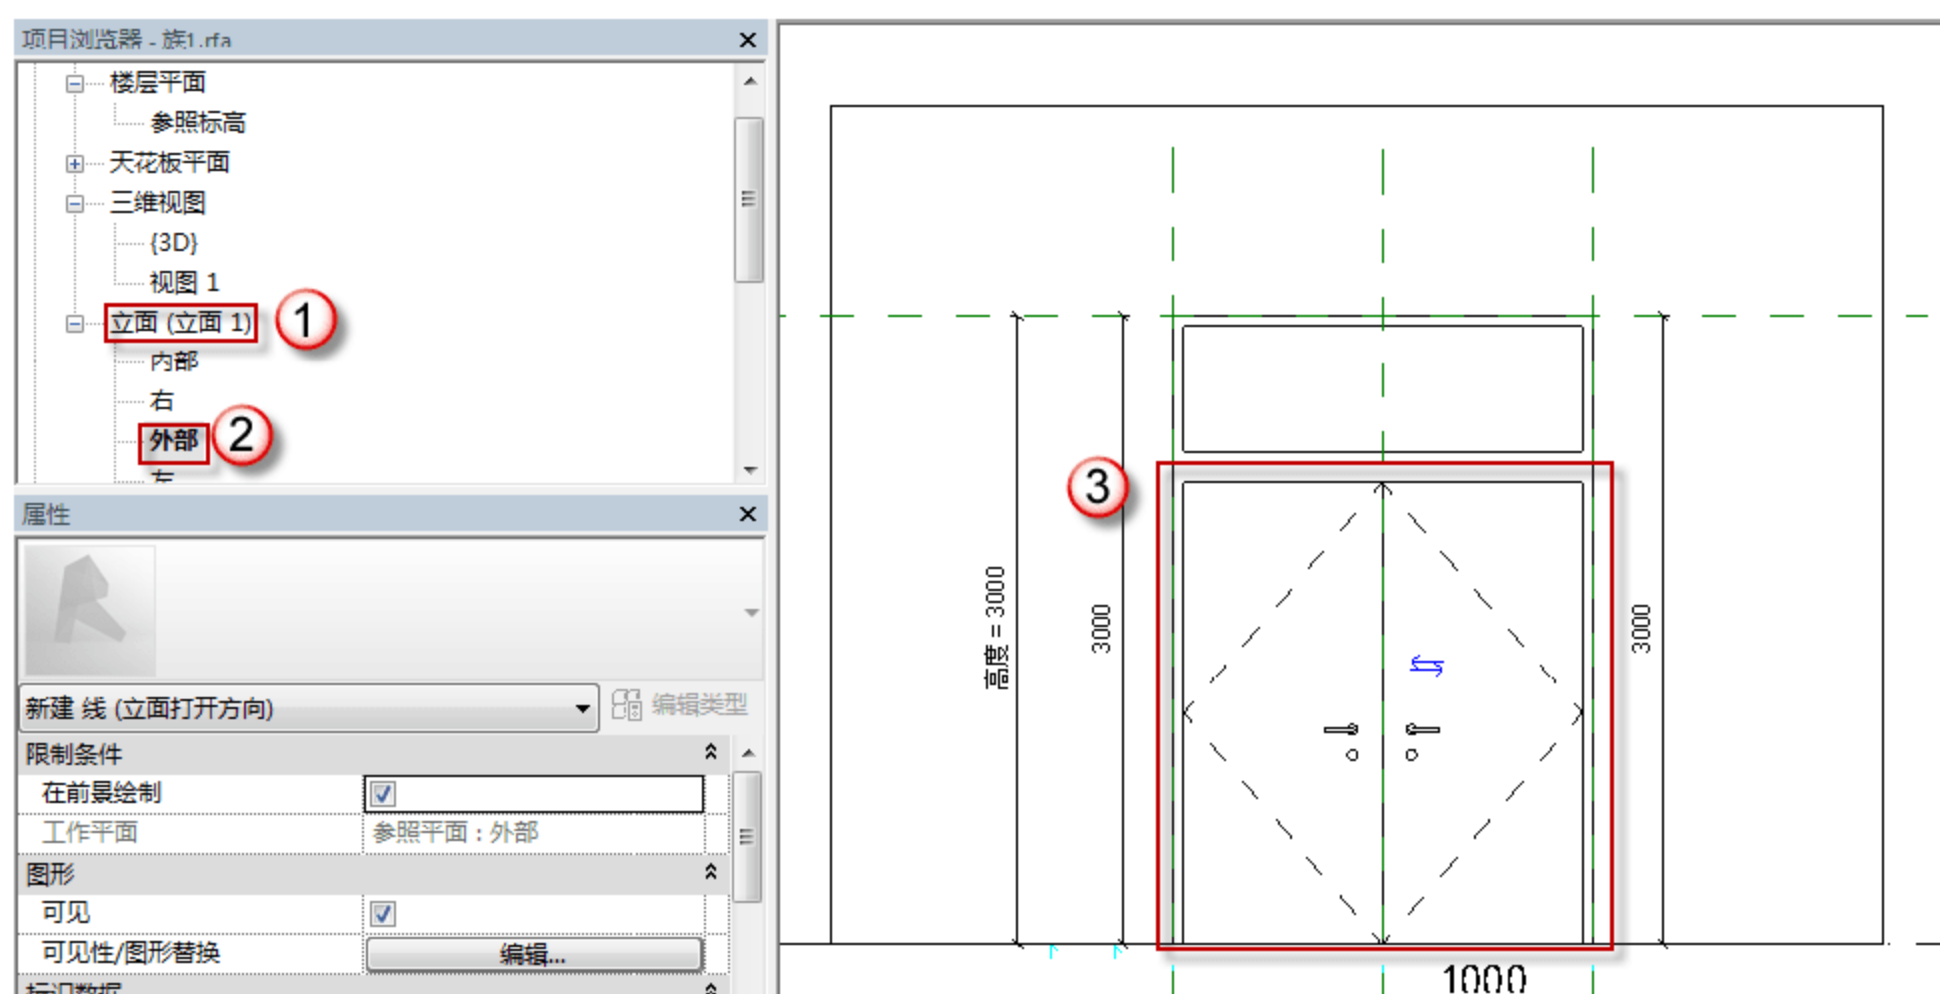

图 6.1.77 绘制双开门 M2030 的立面打开方向
(29) 绘制双开门 M2030 的立面打开方向。选择“项目浏览器”中的“立面(立面 1)”→“外部”选项, 进入门的外部立面视图。选择菜单“注释”→“符号线”命令, 将“子类别”改为“立面打开方向(投影)”, 绘制如图 6.1.77 所示门的“打开方向”符号线。